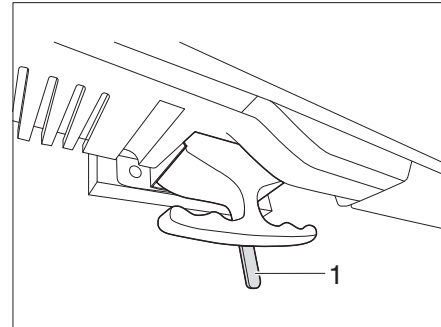

Fig. 136 Pantalla plana desbloqueo
- Mover la palanca (Fig. 136,1) a la izquierda. El bloqueo está suelto.
- Mover la palanca (Fig. 136,1) hasta el centro. La pantalla plana está bloqueada.